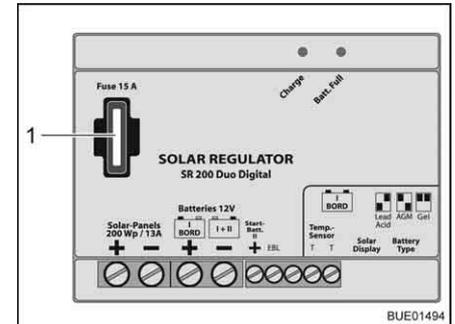

Bild 174 Sicherung Solar-Laderegler 140/200 W
- Flachsicherung 15 A/blau (Bild 174,1) wechseln.